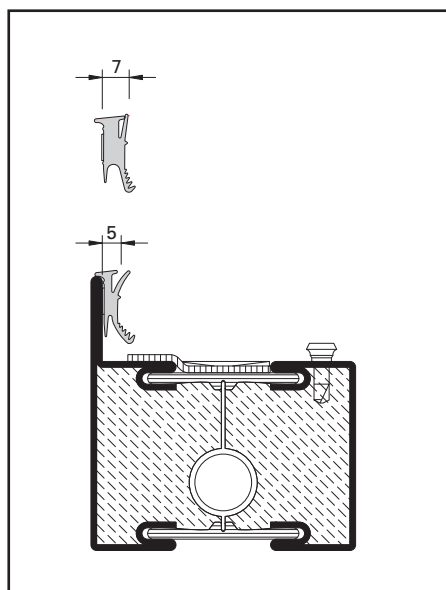

Abb. 14 / Fig. 14 / Fig. 14
- Butylkleber-Schutzfolie abziehen und Dichtung an Profillappen kleben (Abb. 14).
- Retirer la bande de protection du butyle et coller le joint sur l'aile fixe du profilé (fig. 14).
- Remove the butyl adhesive protective film and stick the weatherstrip to the profile lip (fig. 14).